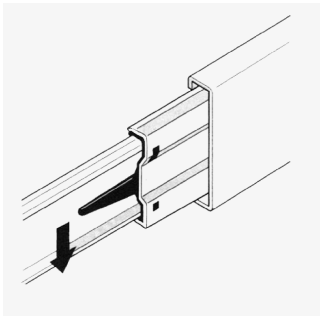
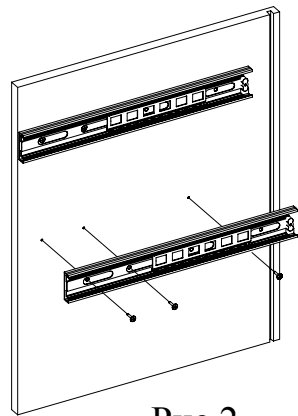

Рис.1
Рис.2
- Отсоедините от основания телескопических направляющих внутренние планки, отогнув пластиковый рычажок фиксатора (Рис. 1). Основания телескопических направляющих закрепите на деталях 2, 3 корпуса изделия АС-24 шурупами 3,5x16 (Рис. 2).